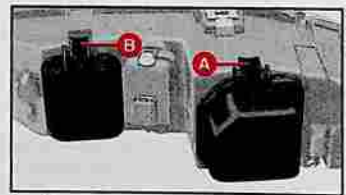

fig. 13
- 1) Enlever le couvercle de protection en tirant vers le bas la languette **A**-fig. 13.
- 1) Enlever le couvercle de protection en tirant vers le bas la languette **B**-fig. 13.